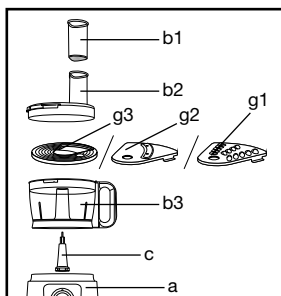

fig. 4a
- Coloque a lâmina escolhida (g1) ou (g2) no porta-lâminas (g3) (fig 4a), empurre o adaptador de acessórios (c) o máximo possível através da lâmina (g) e bloqueie o conjunto. Em seguida, bloqueie a tampa e a tigela e somente depois acione a velocidade (fig. 4a). **SEGUINDO AS INSTRUÇÕES DE “COMO INSTALAR A TIGELA DO PROCESSADOR E A TAMPA”, PÁGINA 8.**